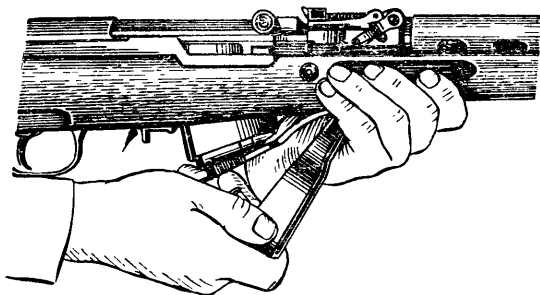

Рис. 70. Извлечение патронов из магазина при разряжании
2) **Отвести крышку магазина вниз** и подхватить правой рукой падающие патроны (рис. 70). Положить патроны в патронную сумку. Если в магазине нет патронов, то крышка его открывается настолько, чтобы останов затвора не препятствовал свободному движению затвора вперед.